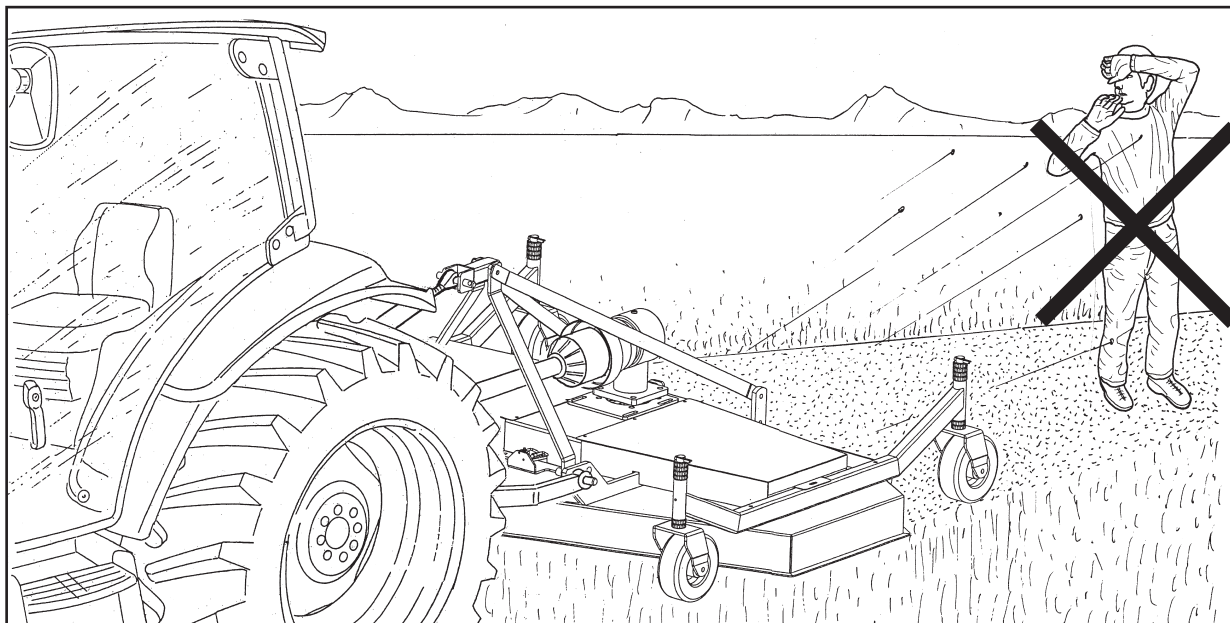

Fig. 3
- Gli utensili in rotazione, possono essere causa di proiezione di materiale con grave rischio per l'incolumità di una persona che dovesse essere colpita; si ribadisce quindi ulteriormente il divieto per chiunque di avvicinarsi alla macchina quando è in lavoro (**Fig. 3**) o anche solo in movimento e a maggior ragione quando è sollevata dal terreno. È responsabilità del conducente della trattoria sorvegliare che nessuno si avvicini alla macchina in funzione e di spegnerla in caso contrario.
- The rotating tools can cause material to be thrown off with serious risk for the safety of the person who gets struck; therefore, no one must approach the machine when it is in operation (**Fig. 3**) or even if it is just moving, and all the more, when it is raised off the ground. It is the tractor driver's responsibility to make sure no one approaches the machine while it is in operation, and to switch it off otherwise.